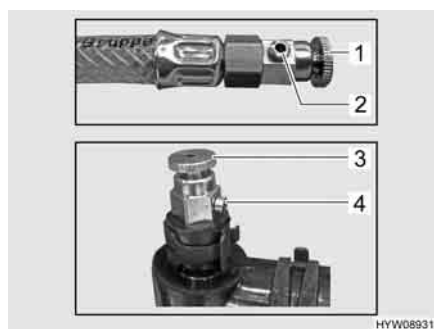

Fig. 193 Valvole di sfiato del riscaldamento ad acqua calda
- Aprire la valvola di sfiato (Fig. 193,1 o 3) e lasciarla aperta finché non esce più aria dall'apertura della valvola (Fig. 193,2 o 4).